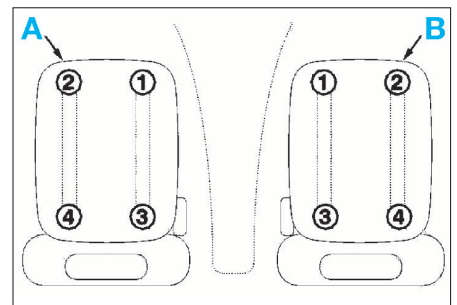

FIG. 14
- s'assurer du bon parallélisme des glissières côté gauche "A" et côté droit "B" (Fig.14).